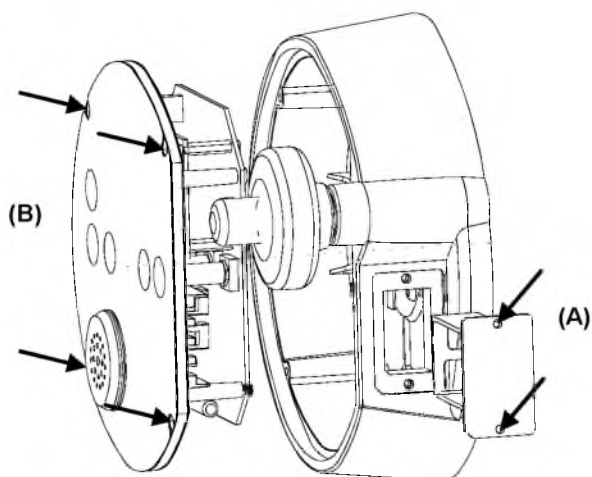

Рисунок 8-11
- Установите новый блок дисплея в электронный блок; закрепите 4 винта (В), см. Рисунок 8-11.
- Закрепите пенал батареи 2 винтами (А), см. Рисунок 8-11.